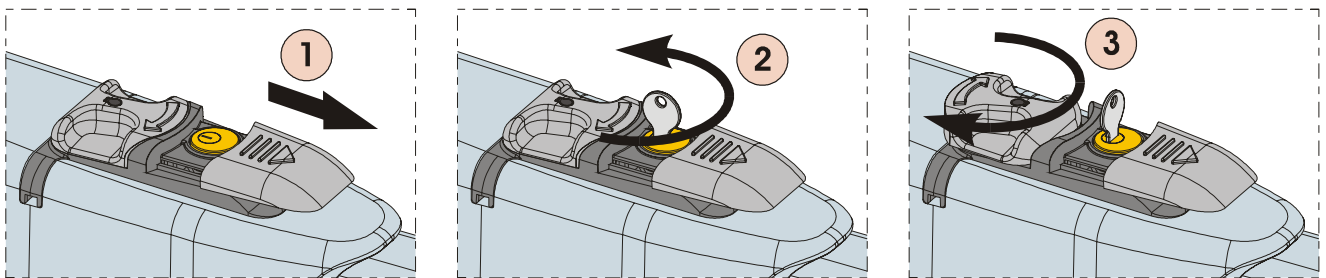

Abb. 21
- 2) Die Schutzhaube – Abb. 21/1 – gleiten lassen.
- 3) Den Schlüssel einstecken und um 90° drehen, Abb.21/2.
- 4) Zur Freigabe des Antriebs den Bedienhebel um 180° in Richtung des auf dem Freigabesystem angegebenen Pfeils drehen, Abb. 21/3.